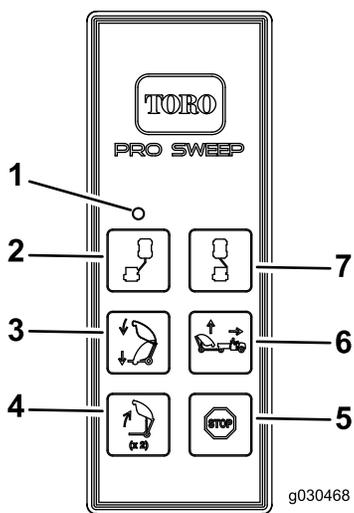

Рисунок 28
2. Нажмите кнопку разгрузки бункера и удерживайте ее в течение одной секунды, затем отпустите кнопку на одну секунду и нажмите ее еще раз (**Рисунок 28**).